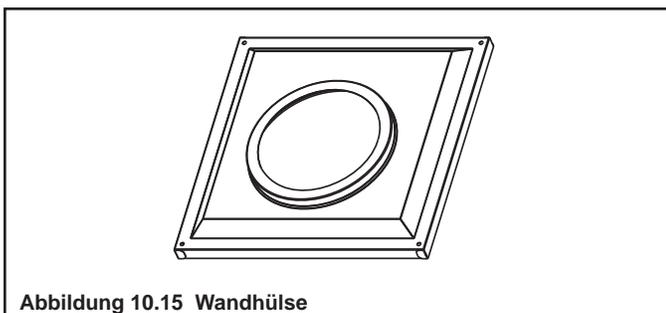

Abbildung 10.15 Wandhülse
- Sobald das Rohrsegment und das Mündungselement verbunden worden sind, schieben Sie die Wandhülse an der inneren Wandfläche nach oben und befestigen Sie sie mit den vorgesehenen Schrauben. Siehe Abbildung 10.15.